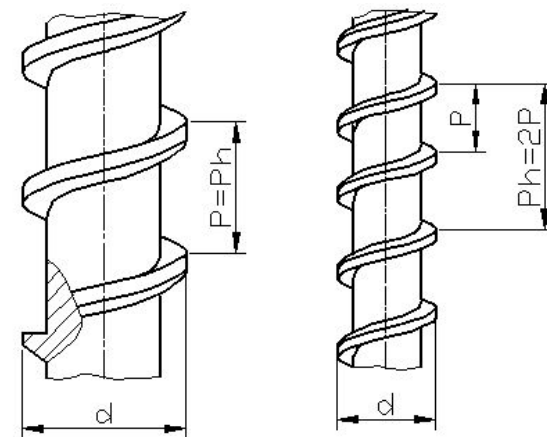

Рис. 1. Шаг и ход резьбы
- 2.3 **Номинальный диаметр резьбы d** – диаметр, характеризующий размер резьбы и используемый при ее обозначении (рис. 1).
- 2.4 **Шаг резьбы P** – расстояние по линии, параллельной оси резьбы, между ближайшими одноименными точками профиля резьбы (рис. 1).